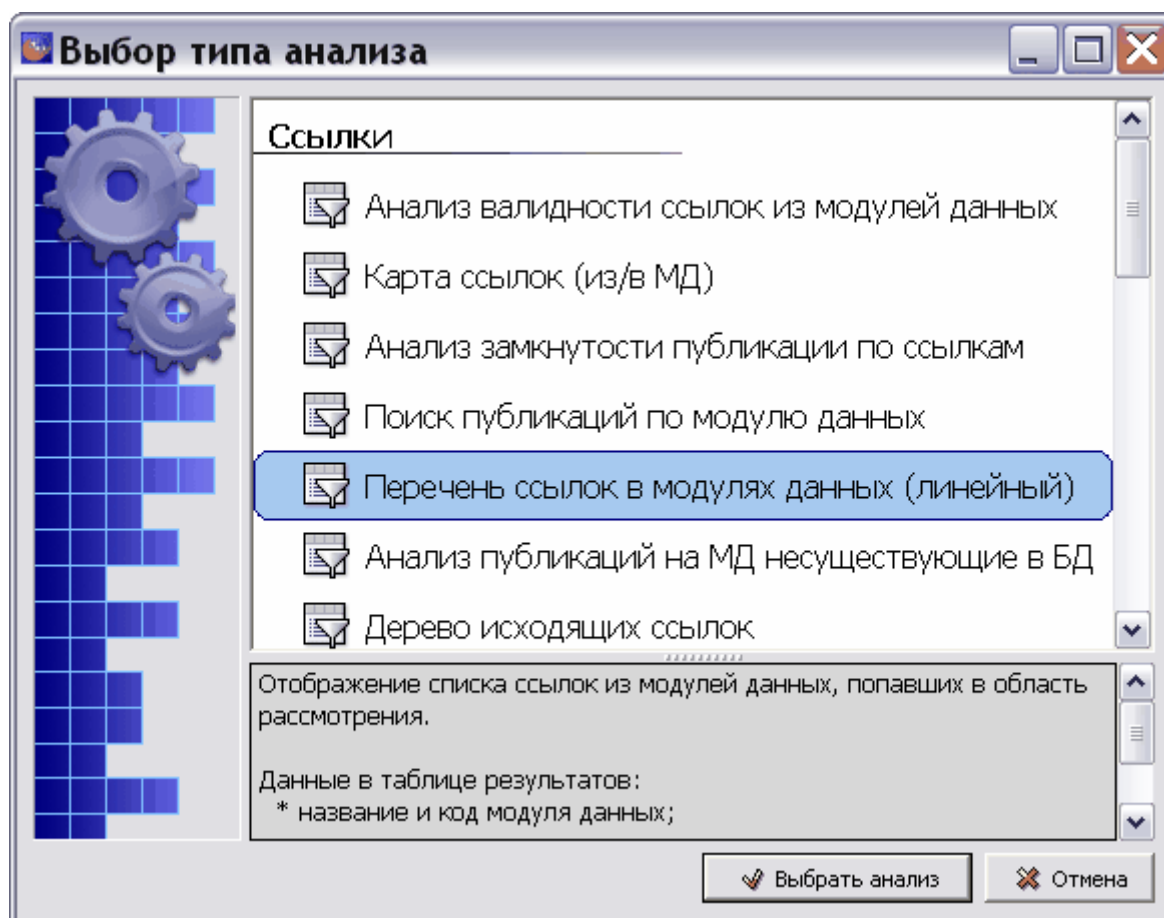

Рис. 21.101
1. В окне **Выбор типа анализа** выберите тип анализа «Перечень ссылок в модулях данных (линейный)» (Рис. 21.101).